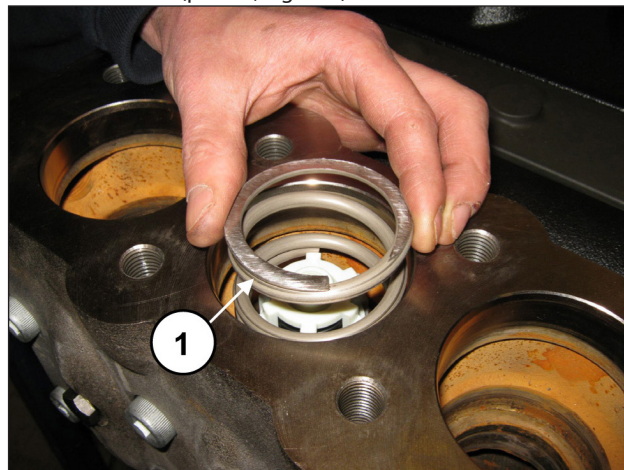

Fig. 103
Extraer el muelle (pos. ①, Fig. 103).